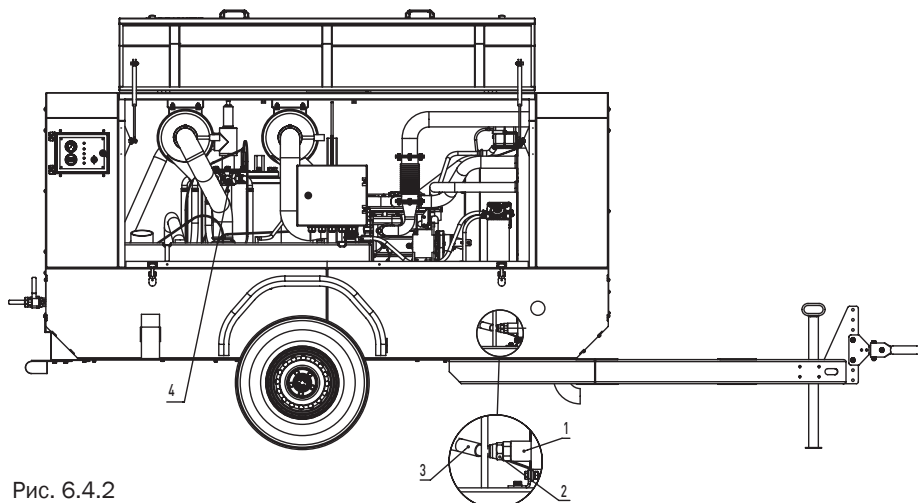

Рис. 6.4.2
4. Отверните накидную гайку поз.2 Рис.6.4.2 рукава радиатора поз.3 Рис.6.4.2 и отсоедините рукав от радиатора, затем слейте всё масло в заранее подготовленную для этого ёмкость.
6. Отверните масляный фильтр поз.4 Рис.6.4.2 от корпуса масляного блока.